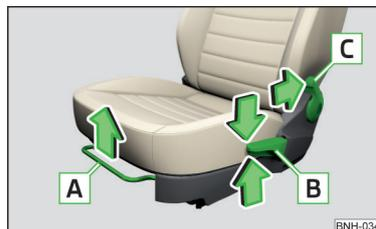

Fig. 51
Elementos de mando en el asiento » fig. 51
- Tirar de la palanca **A** » fig. 51 (en el centro) en la dirección de la flecha y desplazar el asiento en la dirección deseada.
- Tire de nuevo de la palanca **B** » fig. 51 en el sentido de una de las flechas y presione.
- Tire la palanca **C** » fig. 51 en el sentido de la flecha, y ajuste con la espalda la inclinación deseada del respaldo.